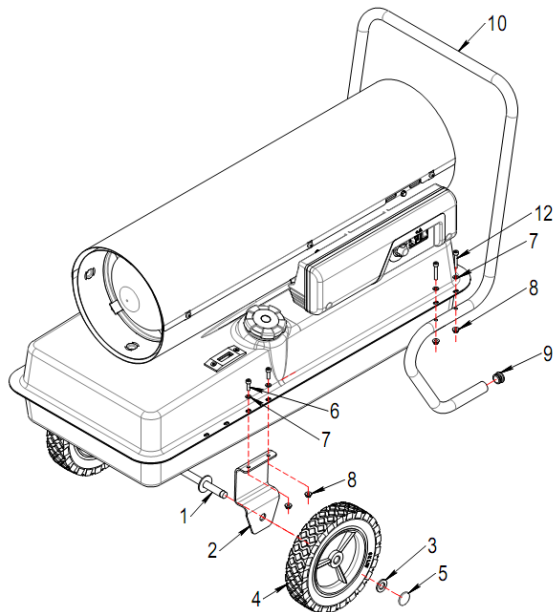

Fig. 2
Ga als volgt te werk om het apparaat te monteren (zie Fig. 2). Bevestig een van de beugels (2) aan het reservoir m.b.v. de bouten (6), de sluitringen (7) en de moeren (8). Voer de as (1) door de bevestigde beugel (2), maak de andere beugel (2) vast en voer de as ook door deze beugel. Monteer in deze volgorde: wielen (4), sluitringen (3) en bevestigingsringen (5). Sla voorzichtig op de doppen om ze te bevestigen. Breng de doppen (9) aan de uiteinden van de handgreep (10) aan. Verbind de handgreep (10) met het reservoir m.b.v. de vier bouten (12), de sluitringen (7) en de moeren (8).